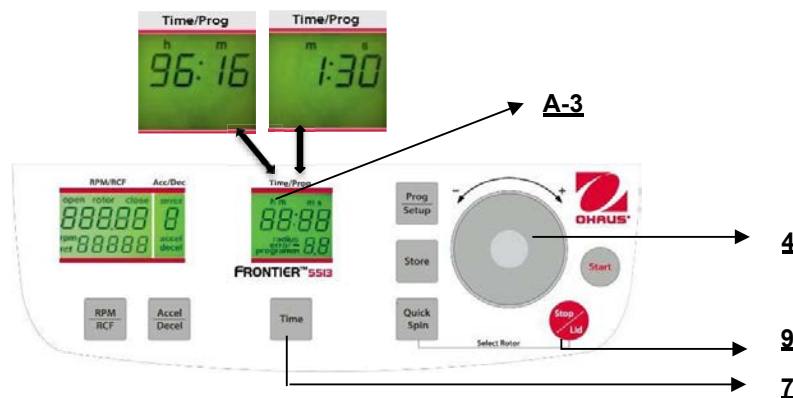

Abbildung. 14
Die Betriebszeit kann vorab ausgewählt werden, während der Deckel offen oder geschlossen ist. Um die Einstellung der Betriebszeit einzustellen, drücken Sie die Taste **"Time"** (7). Auf der Anzeige **"Time/Prog"** (A-3) blinkt die Anzeige **"m : s"** oder **"h : m"**, je nach vorheriger Einstellung. Um den gewünschten Wert einzustellen, benutzen Sie den Anpass Wahlscheibe (4). Nachdem 59 min 50 sec überschritten werden, wechselt die Anzeige automatisch auf **"h : m"**. Nachdem 99 Stunden 59 min überschritten werden, erscheint das Wort **"cont"** in der Anzeige **"Time/Prog"** (A-3). Dieser dauerhafte Betrieb kann nur durch Drücken der Taste **"Stop/Lid"** (9) unterbrochen werden. Der Countdown beginnt sobald die eingestellte Geschwindigkeit erreicht ist. Die Anzeige zeigt immer die verbliebene Zeit. (Siehe Abbildung 14)